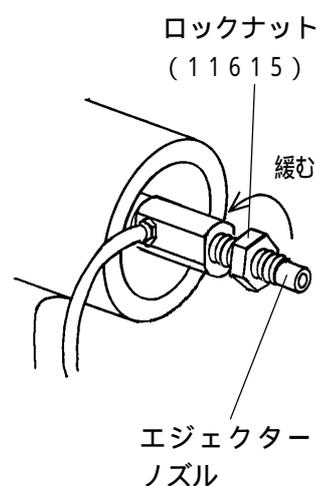

図11-5
- (3) 13mmスパナでエジェクターノズルを固定しているロックナット(11615)を緩め、エジェクターノズルを一旦いっぱいまで締め込んだ後、ノーズピース先端の吸引力を指先で確認しながらエジェクターノズルを徐々に緩めていき、吸引力が最大になる位置に調整してください。(図11-5)
- (4) エジェクターノズルの位置がずれないように注意しながら、ロックナット(11615)を13mmスパナでしっかりと締め込んでください。
- (5) キャッチャージョイント、ロックナット(11615 と MC1-27)、ポリパイプガイド、キャッチャーボディを外した時と逆の手順で組み付けてください。
- (6) リベットを締結し、破断したマンドレルがキャッチャーボディ内に回収されることを確認してください。